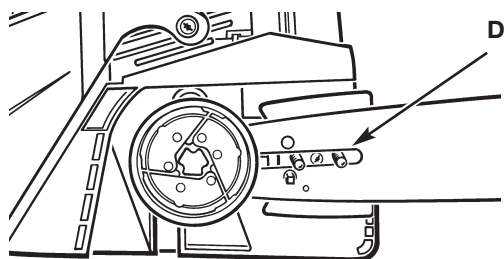

Fig. 23
3. Placez l'extrémité encochée de la barre de guide au-dessus des 2 boulons de barre (D). (Fig. 23)